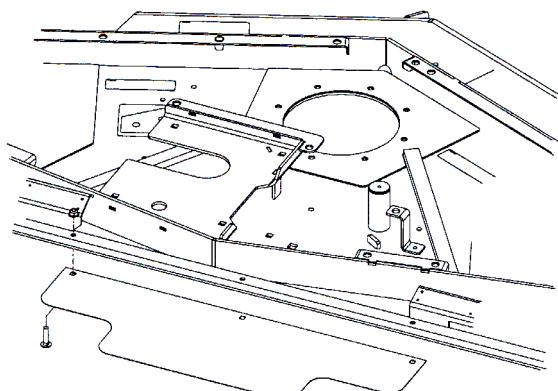

図4
6. 後デフレクタを、カッティングユニットの後部に取り付ける(5/16 x 1-1/4" キャリッジ・ボルトとフランジ・ナットを使用)。デフレクタの位置は図4を参照。